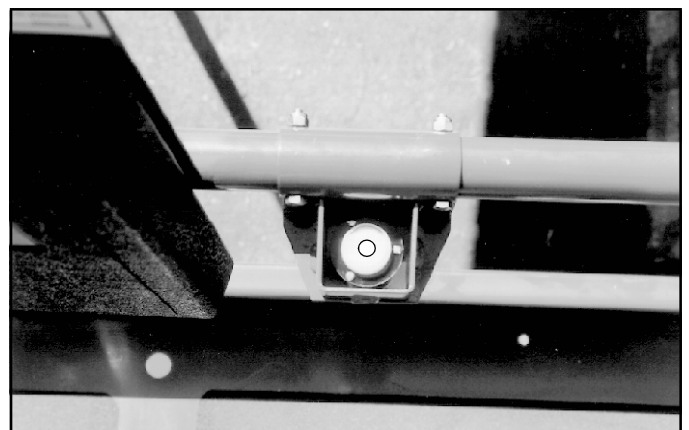

Abbildung 3: Wagenbühne Orbit Ausrichtungsgerät
14. Öffnen Sie das Fahrwerk-Notsenkventil (Abb.3), um durch das Schieben und Ziehen des Knopfs richtige Betriebsfähigkeit sicherzustellen. Wenn die Wagenbühne ganz gesenkt ist, schließen Sie das Ventil, indem Sie den Knopf lösen.